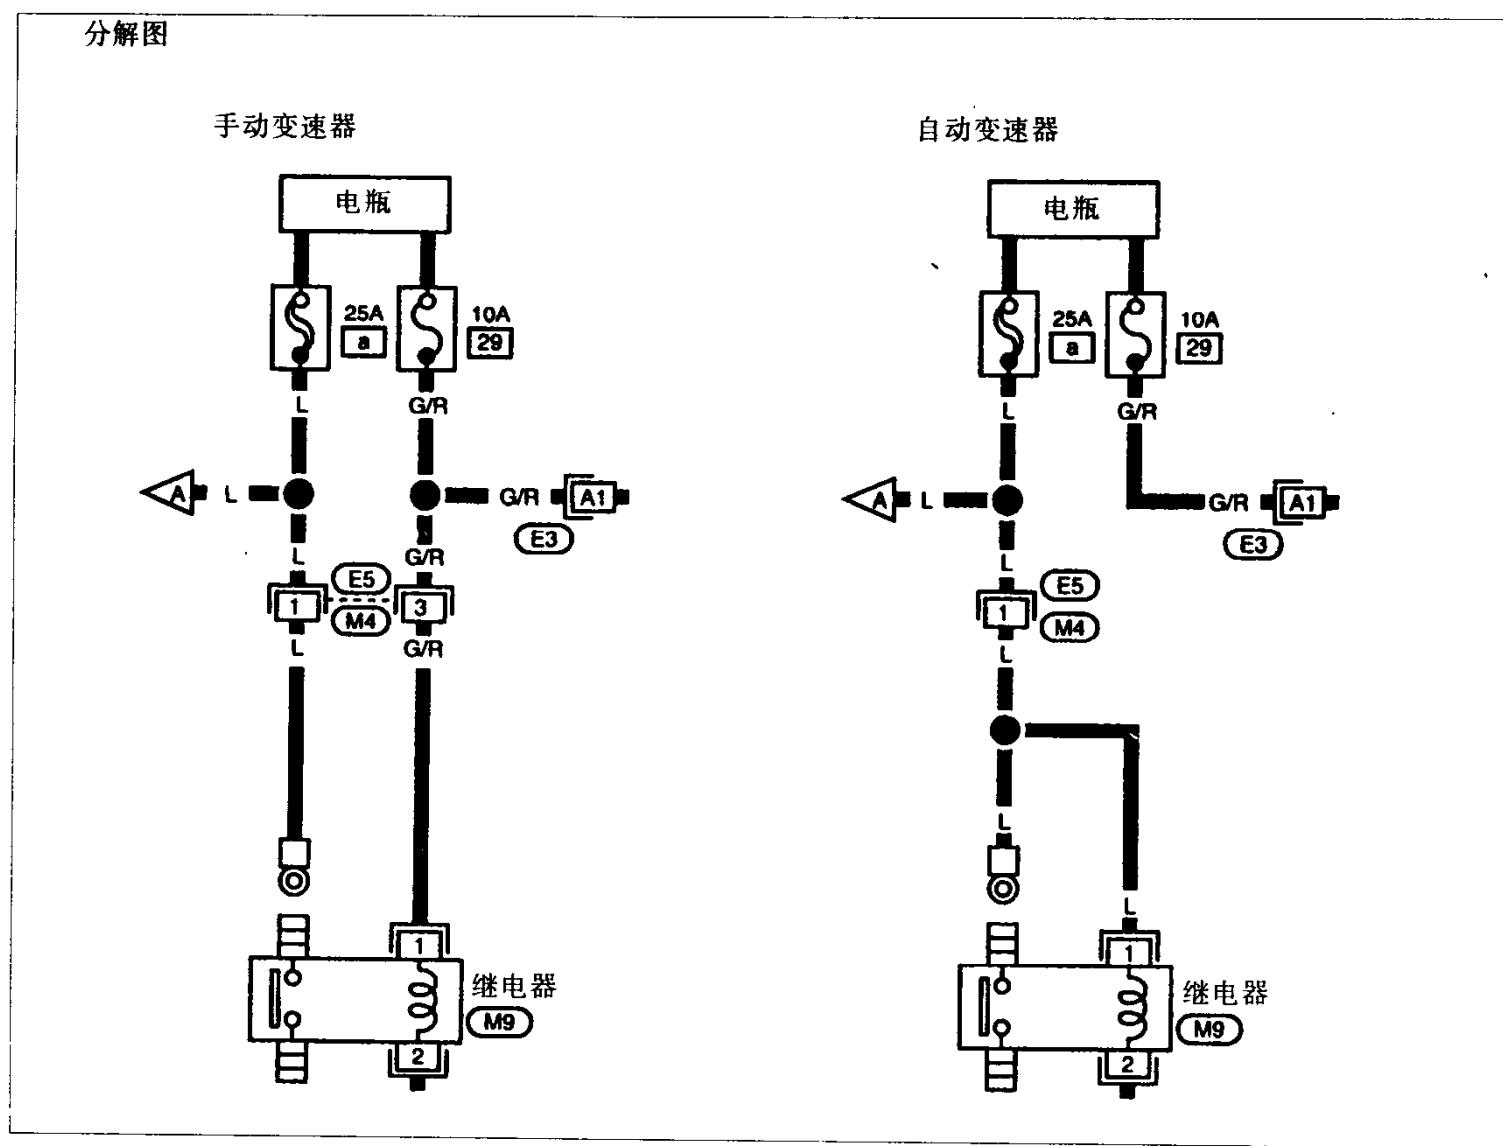

图 1-2-2
11. 电路图符号意义示例(图 1-2-1 和图 1-2-2)